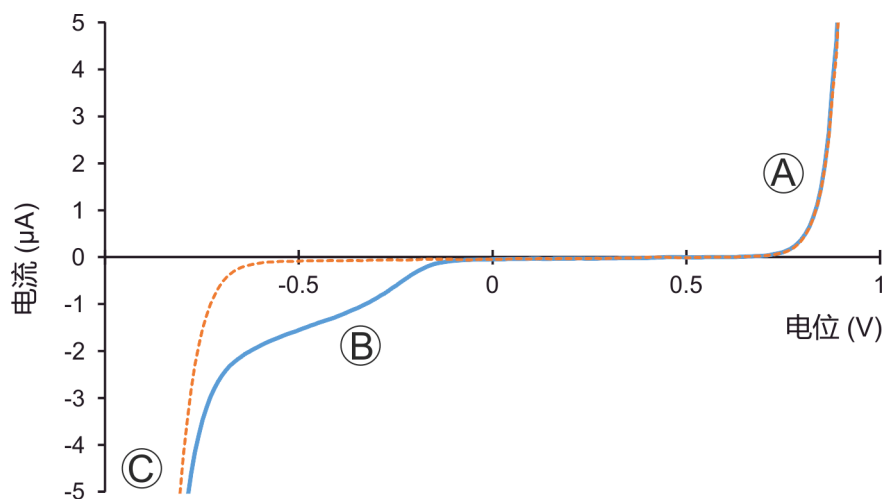

图 18 氧对 scTRACE Gold 电极背景电流的影响。(测量溶液  $c(\text{H}_2\text{SO}_4) = 1 \text{ mmol/L}$ ,  $c(\text{KCl}) = 50 \text{ mmol/L}$ )
氧的影响可在图 18 所示的曲线 ② 区域中进行观察。区域 ① 和 ③ 均未受到氧存在的影响。这些区域将在子章节 氯化物的影响与 pH 值的影响 中加以讨论。